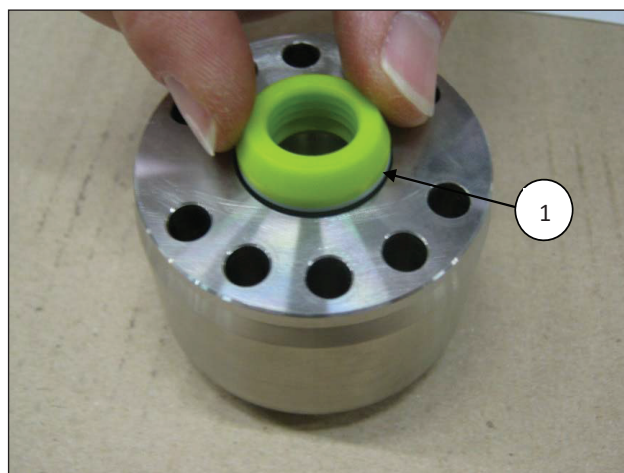
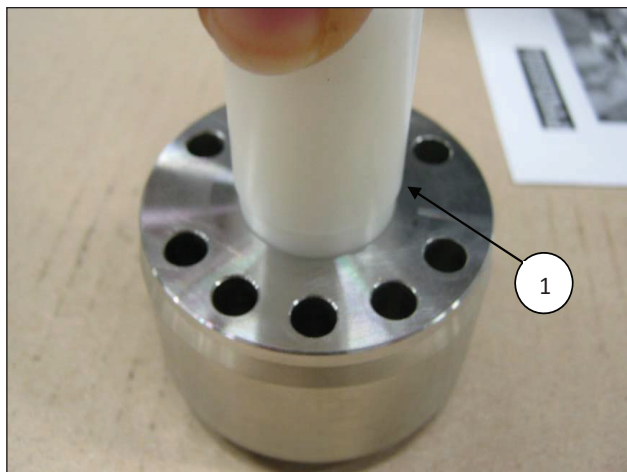

图39
图40
- 在高压密封垫圈支架中插入泵头环(①, 图38), 接着插入高压密封圈组; 由于密封圈和高压密封垫圈支架之间有轻微干扰, 为避免可能的损坏, 建议使用一个塑料缓冲垫(①, 图39和图40)。
H. P. 密封圈必须如图39和图41所示插入支架内。